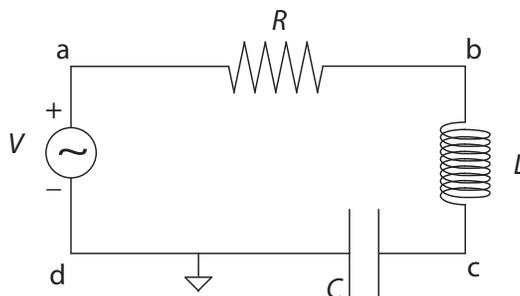

Figura 3: Circuito RLC.
- h) Arme el circuito de la figura 3 con $C = 3300\text{pF}$ y $L = 22\text{mH}$. R representa la suma de la resistencia de la inductancia y la resistencia interna de la fuente (50Ω), esto significa que **no debe agregar otra resistencia al circuito**. El valor de $50[\Omega]$ debe repartirse entre los elementos del sistema de la siguiente manera: $25[\Omega]$ para la fuente, $20[\Omega]$ para la inductancia y $5[\Omega]$ para el capacitor. Esto puede hacerse modificando el valor *Series Resistor* de cada elemento.
- l) En el circuito de la figura 3, agregue una resistencia R . Esta resistencia tendrá un valor máximo de $10k\Omega$ y representará un potenciómetro. Se podrá variar desde los $10k\Omega$ hasta los 10Ω (este último valor es un valor muy cercano a cero). Al mismo tiempo mantenga los valores de resistencia interna de los elementos originales del circuito (fuente, L y C) que fueron agregados en la parte h de esta guía.